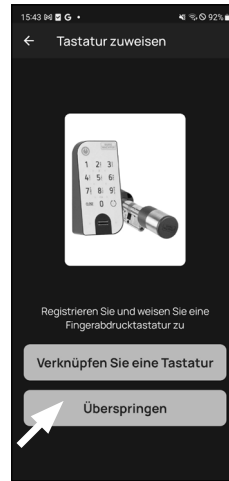

Abb. 8
- Im Folgemenu (Abb. 8) können Sie optional eine Tastatur einbinden. Bei dem vorliegenden Zylinder ENTRY 7000 CYL ist keine Tastatur vorhanden. Sofern Sie keine Tastatur besitzen, können Sie diesen Menüpunkt überspringen und direkt mit dem nächsten Kapitel fortfahren.
Tippen Sie auf „Überspringen“ (Abb. 8).